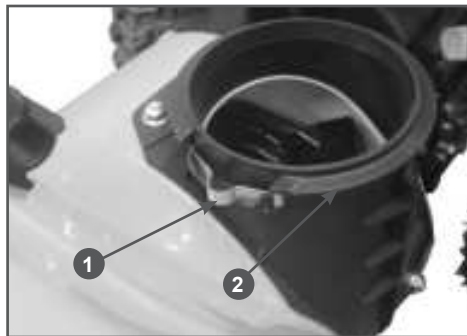
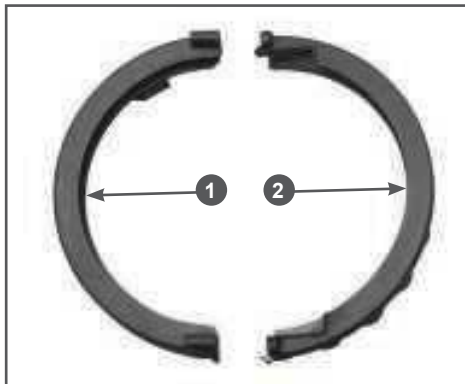

Рис. 11 Установка пружины желоба ST553
Рис. 12 Стопоры для фиксации желоба ST553
- Вставьте пластину 1 в корпус основания желоба как показано на Рис. 11.
CHAMPION EP-0 (Рис. 11). Установите желоб выброса снега на корпус основания желоба и зафиксируйте его с помощью двух пластиковых стопоров (Рис. 12).